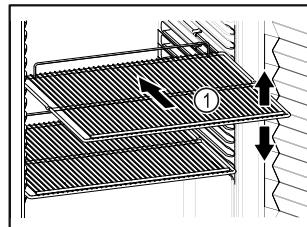

Fig. 86 Ilustratīvs attēlojums
- Ja novietošanas rezģi Fig. 86 (1) ir novirzāmi, pielāgojiet tos pēc augstuma.